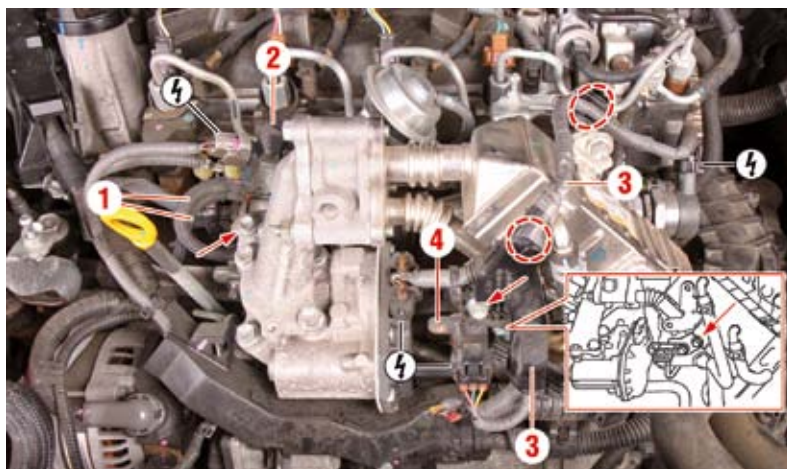

Fig. 30
- Débrancher les durites **(1)** (Fig. 30).